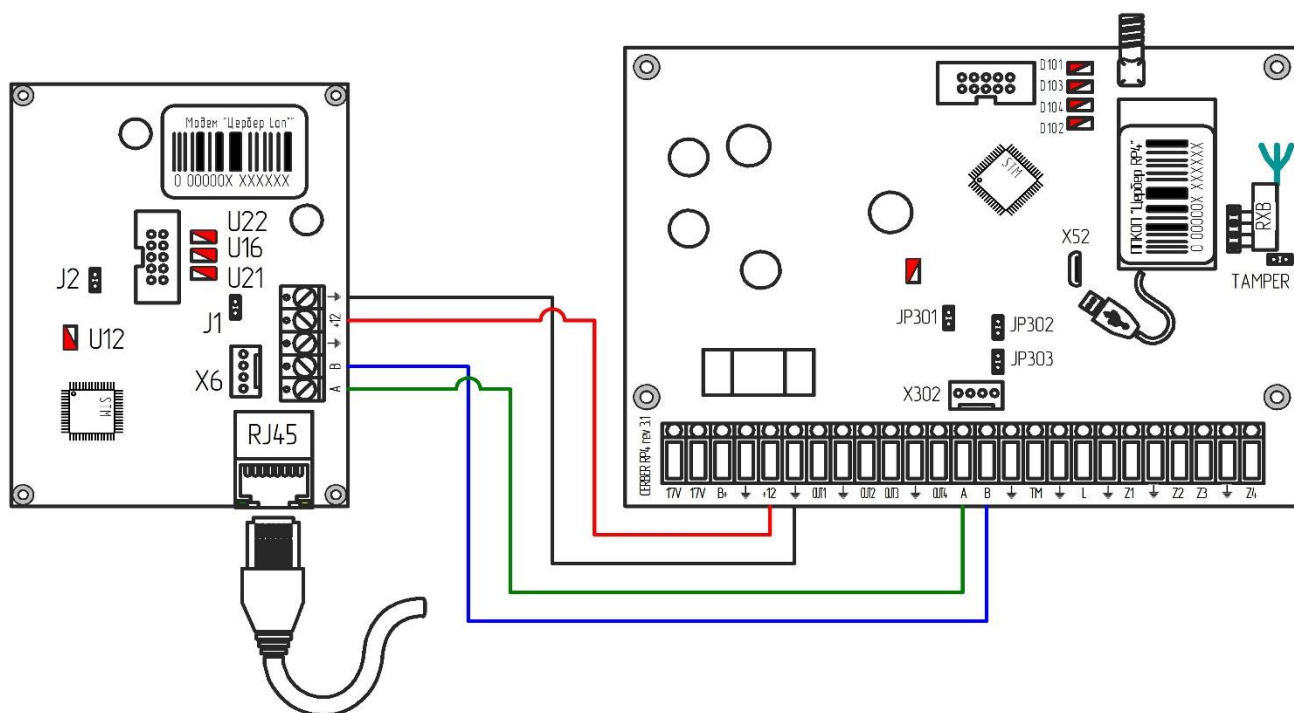

Рис. 43
2. ППКОП «Цербер RP4» + модем «Цербер LAN» (рис.43). Основным каналом связи в данном случае будет являться радиоканал. В случае невозможности доставки событий по радиоканалу доставка событий будет происходить через TCP/IP (Ethernet). При работе через TCP/IP (Ethernet) прибор не будет ретранслировать события от других приборов радиосети, а будет доставлять только собственные события. При восстановлении основного канала связи прибор автоматически переключится на него. Дистанционное управление прибором можно осуществлять как через радио, так и через TCP/IP каналы связи.